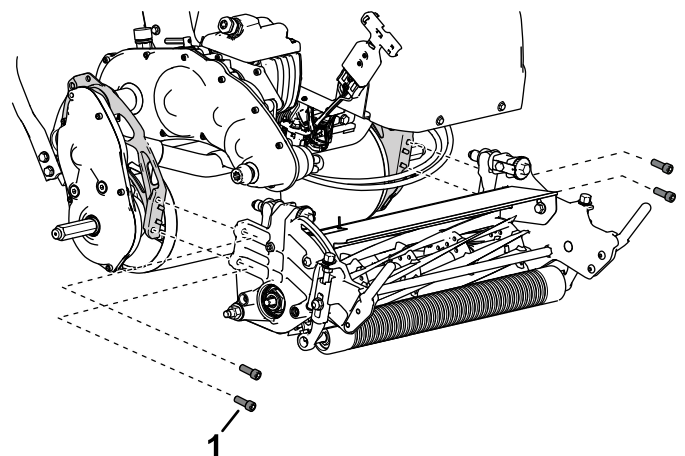

Bild 45
4. Entfernen Sie die Bundkopfschrauben, mit denen das Mähwerk am Rahmen befestigt ist (Bild 45).